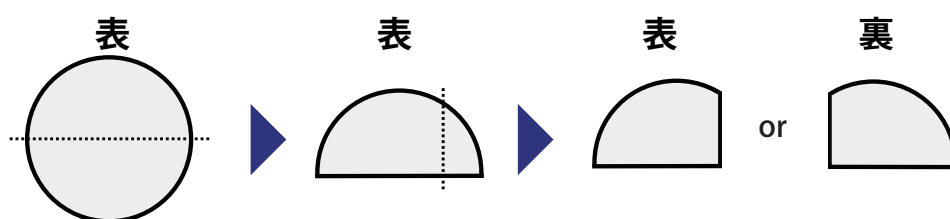

図5.切り出したメンブレンの成形例
- (1) 前ページのフレームからのメンブレンの回収に従い、細胞を固定液で固定した後にメンブレンを切り出す。
- (2) 必要に応じて切り出したメンブレンを成形すると、表裏が判別しやすい (図5)。